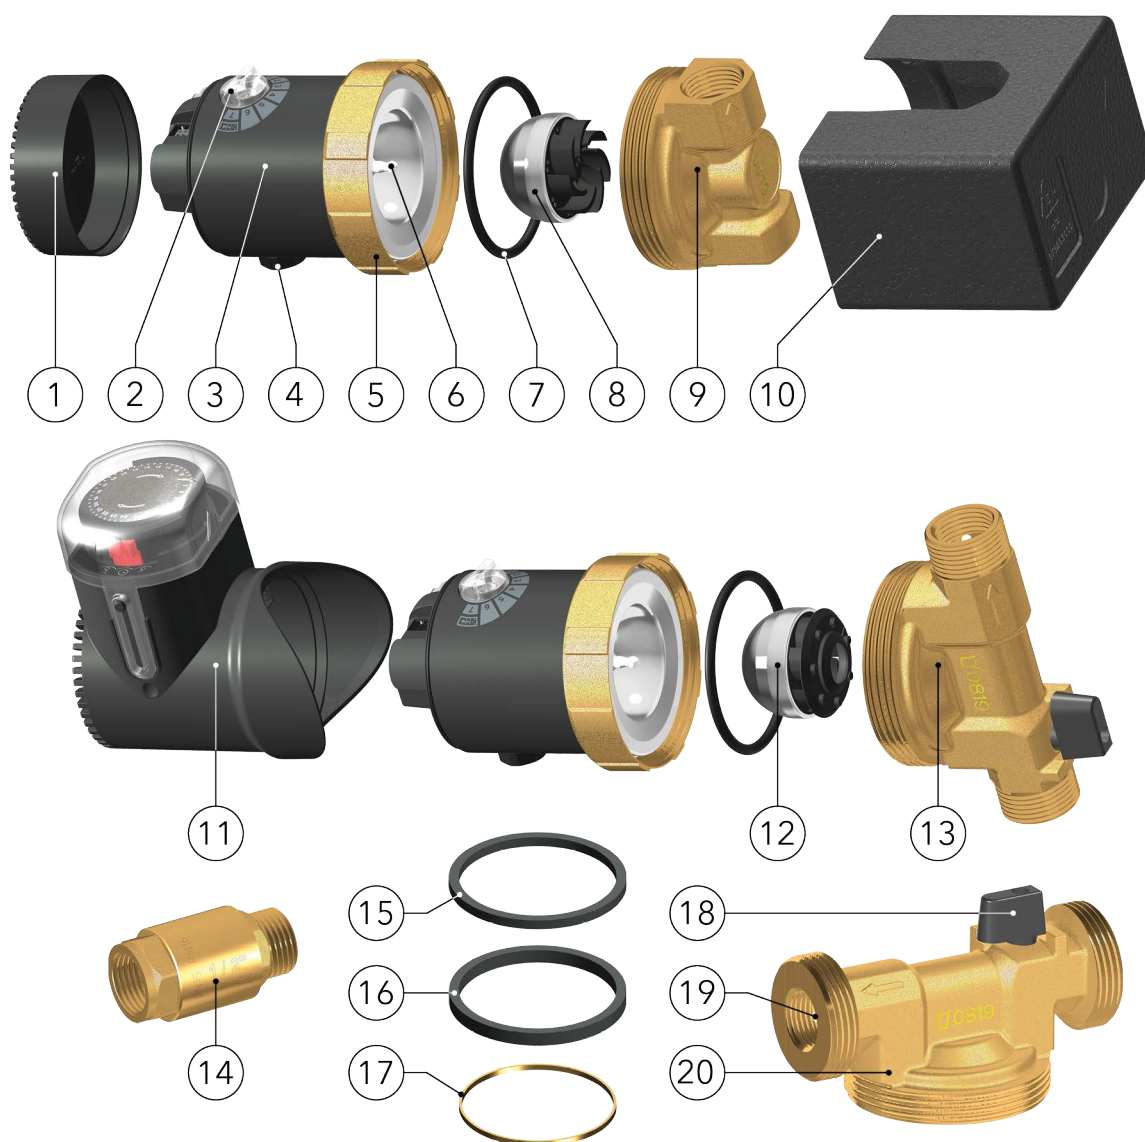

Abbildung 3
- Bei Einsatz von Pumpenmodellen mit Pumpengehäuse Code 65B (Artikel 9 in **Abb. 3**), verwenden Sie das in der Verpackung befindliche G1/2 Rückschlagventil (Artikel 14 in **Abbildung 3**). Dadurch wird verhindert, dass beim Öffnen einer Armatur Wasser rückwärts durch die Pumpe fließt und Schäden verursacht.
- Pumpen mit Pumpengehäuse Code 110MB (Artikel 13 in **Abb. 3**) und Code 110LB (Artikel 20 in **Abb. 3**) enthalten bereits ein eingebautes Rückschlagventil (Artikel 19 in **Abb. 3**) und ein Kugelabsperrrventil (Art. 18 in **Abb. 3**) in den Pumpengehäusen. (Das Rückschlagventil öffnet und schließt automatisch; das Kugelabsperrrventil wird geschlossen, wenn sein Griff senkrecht zur Rohrleitungsrichtung steht).
- Bei geschlossenem Absperrventil auf der Saugseite der Pumpe und installiertem Rückschlagventil auf der Druckseite kann die Überwurfmutter (Art. 5 in **Abbildung 3**) gelöst werden, so dass der Pumpenmotor in die richtige Position gedreht oder sogar für Wartungsarbeiten entfernt werden kann, ohne das System vollständig entleeren zu müssen.